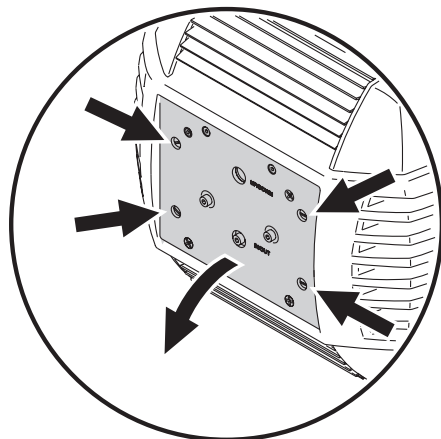

Figura 2: Acceso a la lámpara
2. Soltar las 4 fijaciones de 1/4 de vuelta marcadas con flechas que fijan la cubierta de acceso a la lámpara tal y como muestra la Figura 2. Tirar hacia atrás del conjunto de lámpara hasta extraerlo de la unidad.